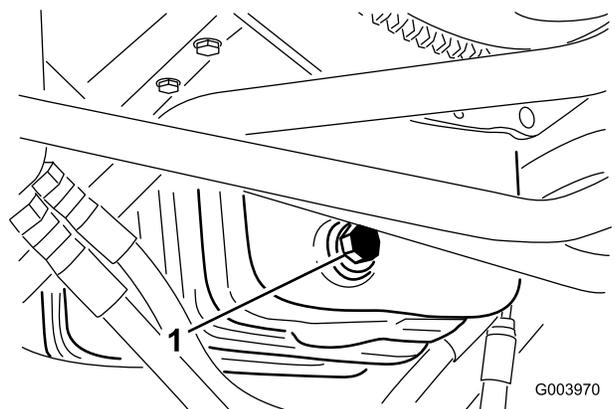

Figura 63
1. Retire o tampão de escoamento (Figura 63) e deixe o óleo escorrer para um recipiente adequado.